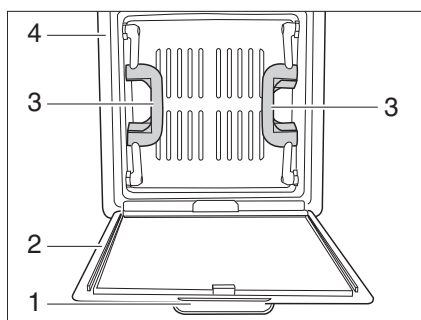

Fig. 63 Lanterneau à poussoirs (variante 2)
- Tirer la moustiquaire (Fig. 63,2) vers le bas en la maintenant par la poignée (Fig. 63,1). La moustiquaire se rabat vers le bas.
- Saisir les deux poignées du lanterneau (Fig. 63,3) et le pousser vers le haut.
- Rabattre la moustiquaire vers le haut et l'enclencher au niveau du cadre (Fig. 63,4).
- Saisir les deux poignées du lanterneau (Fig. 63,3) et le tirer énergiquement vers le bas.